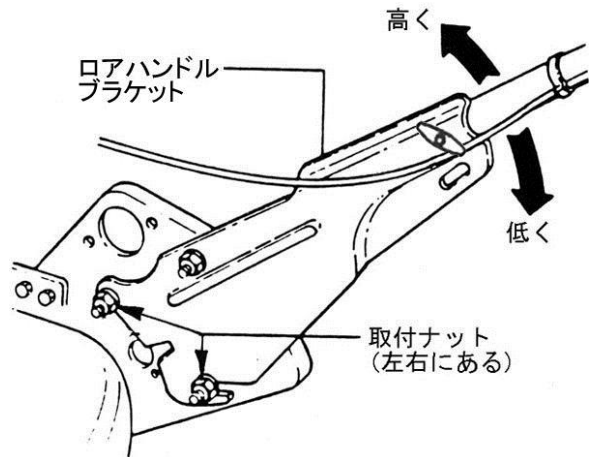

図 4-6
1. ロアハンドルブラケットの取付ナット(左右2ヶずつ)を緩めます。(図 4-6)